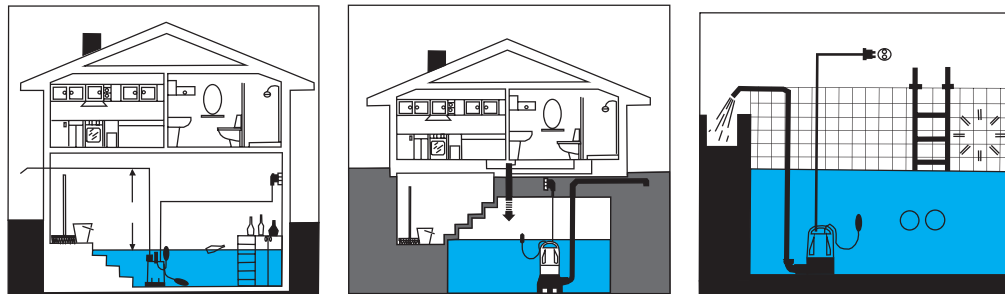

рис. 2
4.7 Варианты установки насоса приведены на рис. 2